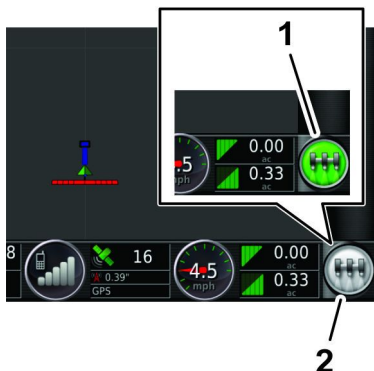

Figure 241
8. Sur la console de commande GeoLink, appuyez sur l'icône COMMANDE GÉNÉRALE pour l'Figure 241 activer (VERT) ().